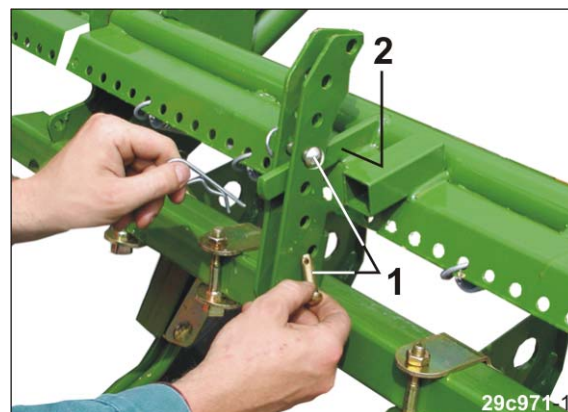

Fig. 178
3. Introduisez deux axes (Fig. 178/1) en-dessous et au-dessus de la butée (Fig. 178/2) dans les alésages du segment de réglage et bloquez-les avec des goupilles.